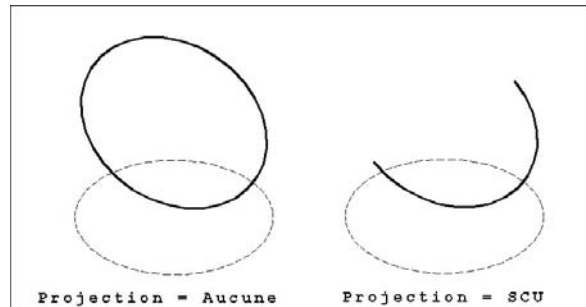

Fig.16.10
- **SCU** (UCS) : le bord de coupe et l'objet à ajuster ne doivent pas être situés dans le même plan. Le bord de coupe est projeté perpendiculairement dans le plan X-Y de l'objet à ajuster (fig.16.10).